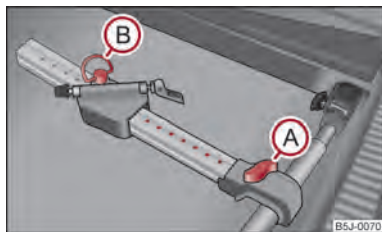

Fig. 57 Montar el portabicicletas
- Coloque el portabicicletas autorizado sobre el travesaño. Después de tirar el tornillo (A) ⇒ fig. 57 hacia arriba, deslice el larguero (pieza de aluminio) hacia el travesaño hasta que encastre y enrosque el tornillo (A) en la tuerca.
- Soltar el tornillo (B) y retirarla de la parte deslizable del soporte; colocar la parte deslizando, según el tamaño de la bicicleta, en una de las posiciones posibles de modo de que no toquen la tapa de maletero. Recomendamos colocar la pieza deslizable del soporte de tal modo de que entre el tornillo (A) y la parte deslizable queden 7 taladros visibles.
- Poner el tornillo (B) en la posición deseada y apretarlo.
- Soltar el tornillo (A) ⇒ fig. 57 y deslizar el portabicicletas junto con la bicicleta sujeta hacia la izquierda (mirando en dirección de marcha) de modo de que el manillar no toque la ventanilla lateral del maletero.